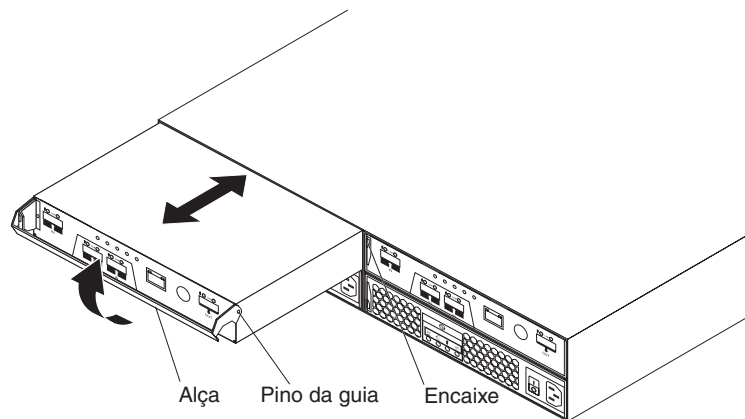

Figura 38. Removendo um controlador
- b. Puxe lentamente a alça para fora do chassi para remover o controlador do compartimento, conforme mostrado na Figura 38.